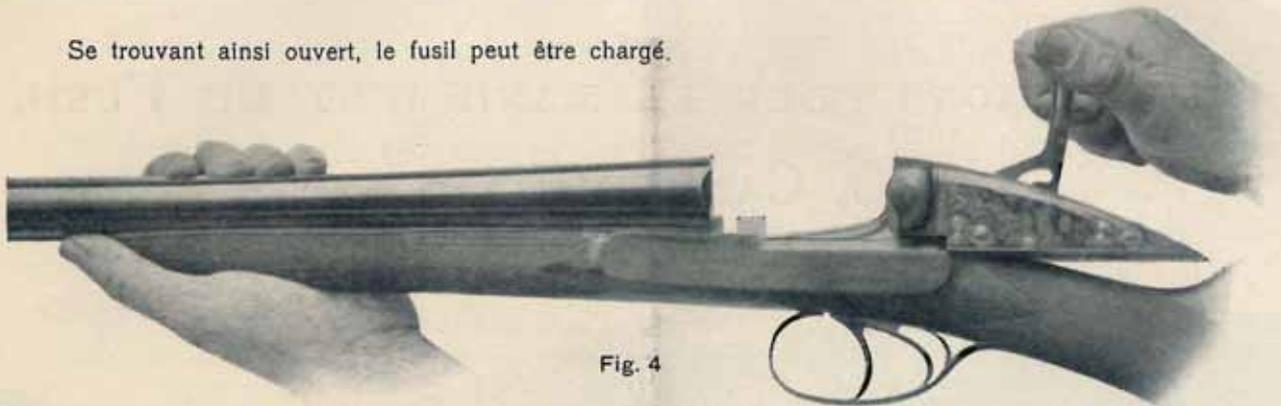

Fig. 4
**OUVERTURE.** — Pour ouvrir le fusil, appuyez le dessous de la crosse contre la hanche droite, tenez le canon de la main gauche, prenez la clé avec la main droite, entre le pouce et la seconde phalange de l'index recourbé. Soulevez la clé et tirez-la en arrière. La culasse mobile de fermeture suivra le mouvement de votre main. Arrivée à fond de course, elle se trouve dans la position indiquée par la fig. 4. Ayez soin de bien la tirer à fond pour faciliter la manœuvre de la clé.